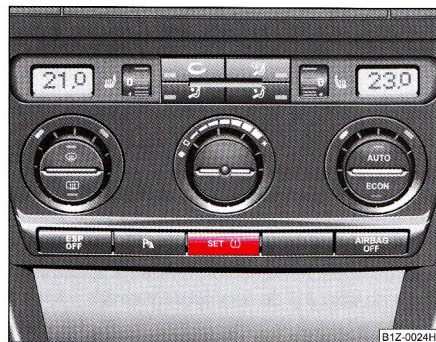

Fig. 182 Tastă pentru reglarea presiunii din pneuri
- Apăsați tasta **SET** (L) ⇒ fig. 182 până la emiterea tonului de confirmare a memorării noilor valori. Atâta timp cât este menținută apăsată tasta **SET** (L), în tabloul de instrumente se aprinde lampa de control (L).